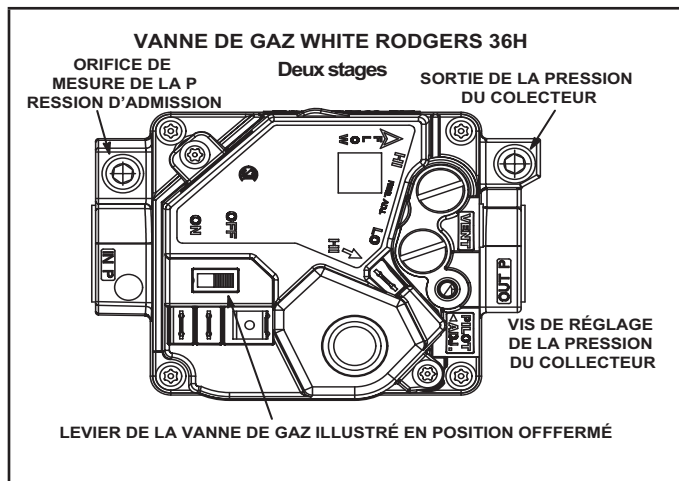
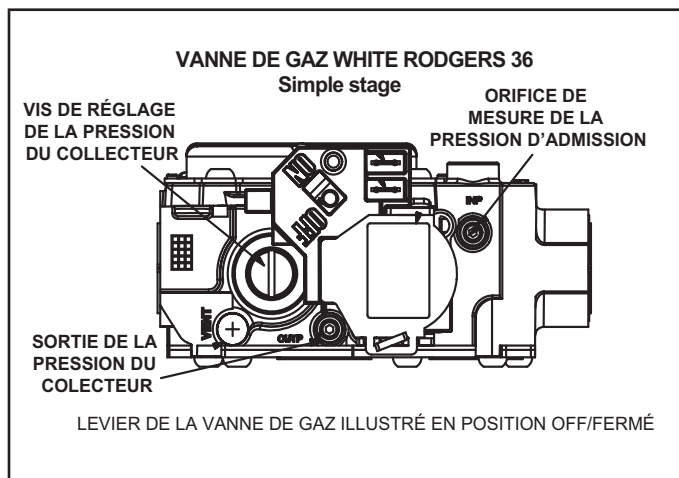

FIGURE 11
FIGURE 12
FONCTIONNEMENT DE LA VANNE WHITE RODGERS 36H (FIGURE 11) ET WHITE RODGERS 36G (FIGURE 12)
- 2 - Après avoir vérifié et réglé la pression du gaz dans la canalisation, vérifier la pression au niveau du régulateur. La pression correcte dans le collecteur est indiquée sur la plaque signalétique de l'unité. Voir les Figures 11 et 12 pour l'emplacement de la vis de réglage de la pression du gaz. Un ensemble de conversion au propane/GPL doit être utilisé pour convertir sur place une unité équipée pour le gaz naturel. Pour la procédure de conversion, consulter les instructions d'installation livrées avec l'ensemble.